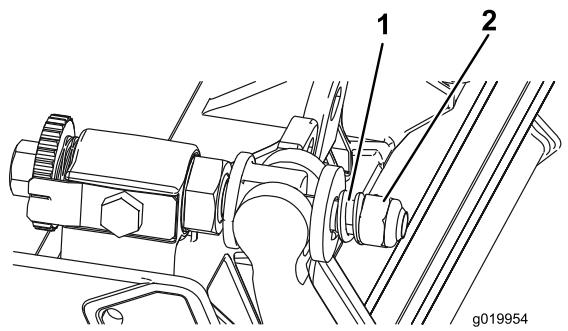

图28
3. 旋紧弹簧加压螺母，直到弹簧完全压紧，然后往回松开 1/2 圈（图28）。
10. 旋紧每个底刀架调节器组件上的螺母，直到加压弹簧完全压紧，然后往回松开  $1/2$  圈(图28)。